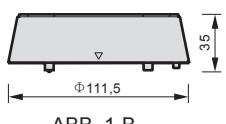

ABB. 1-B
- **2. Unterputz-Sensoreinheit $\Phi 111,5 \times 90$ mm** (Siehe ABB. 1-C)